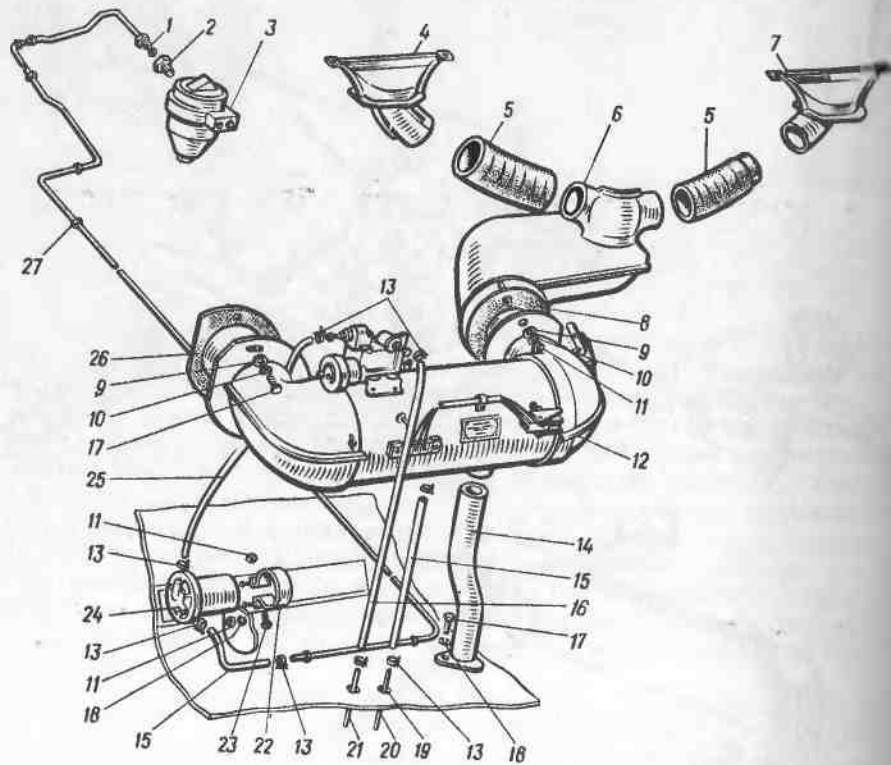

Рис. 216. Отопительная установка (монтаж):
Автомобиль оборудован независимой системой воздушного отопления, которая состоит из отопительной установки 12 (рис. 216) и воздухопроводов, обеспечивающих подвод воздуха в отопитель и подачу нагретого воздуха в салон автомобиля. Отопительная установка используется также для предпускового подогрева двигателя (см. «Общие сведения об автомобиле. Пуск холодного двигателя»).
- ослабив хомуты, снять резиновые шланги 15, 16 и 25 (см. рис. 216);